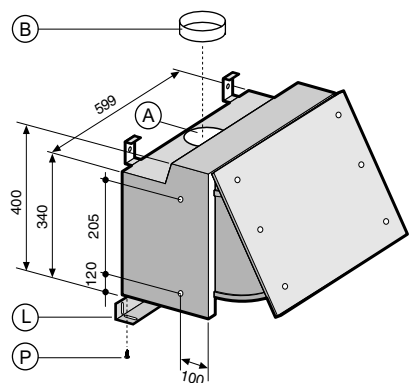

Fig.2
Percer 6 trous à la paroi sur la base des schémas fig. 2.
Fixer au mur la pièce d'entretoisement (L) à la juste hauteur et sur la base de la profondeur des éléments hauts latéraux fig. 2.
Régler la position des étriers supérieurs (M) fig. 2 sur la base de la profondeur des éléments hauts latéraux.